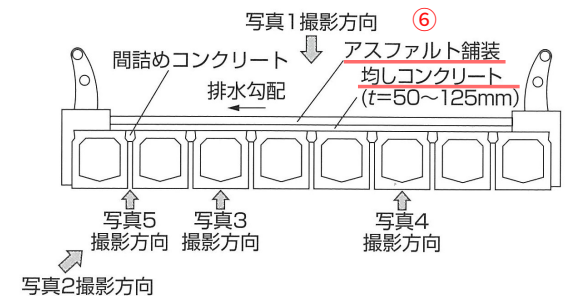

図2 橋梁の断面図
- ① 温暖な内陸部 → 凍害や凍結防止剤由来の塩害はなさそう...
- ② プレテンション → エトリンガイトの遅延生成(DEF)もある..?
- ③ T20(1等橋) → 大型車交通量が多いと疲労劣化もあり得るかも...
- ④ 山砂、川砂利 → 海砂じゃないので内在塩分による塩害もなさそう...
- ⑤ 完成年1975年 → ASR抑制対策基準(1986年)前の施設か...
- ⑥ 図2 橋梁の断面図 → 橋面防水はしてないな...